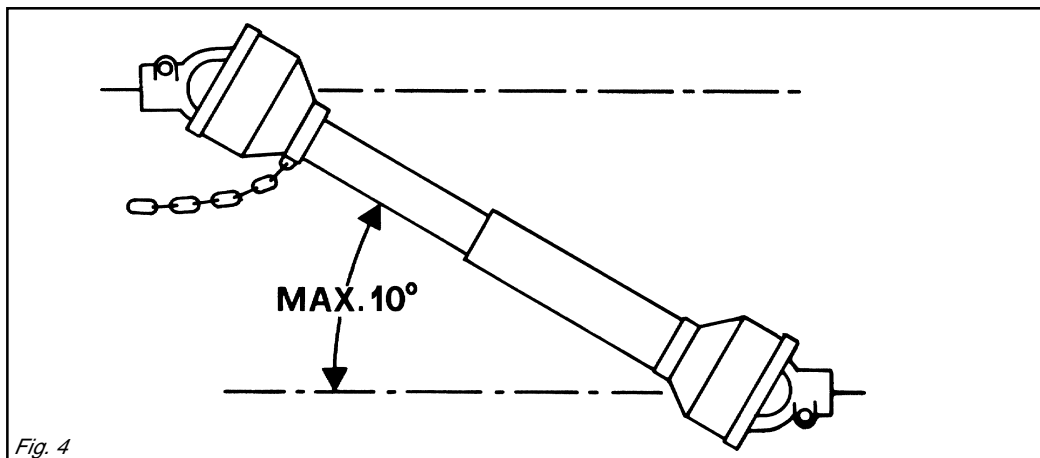

Fig. 4
- 39)** Disinserire, sempre, la presa di forza quando l'albero cardanico fa un angolo troppo aperto (mai oltre i 10 gradi - Fig. 4) e quando non viene usata.
- 39)** *Always disengage the pto when the cardan shaft is set at an excessively open angle (never beyond 10 degrees - Fig. 4) and when it is not in use.*
- 39)** Die Zapfwelle immer ausschalten, wenn die Gelenkwelle einen zu großen Winkel einnimmt (nie über 10 Grad - Abb. 4) und wenn sie nicht gebraucht wird.
- 39)** *Débrayez toujours la prise de force quand l'angle de l'arbre à cardans est trop ouvert (jamais plus de 10 degrés Fig. 4) et lorsque vous ne devez pas l'utiliser.*
- 39)** Desactivar, siempre, la toma de fuerza cuando el árbol cardánico hace un ángulo demasiado abierto (nunca superar los 10 grados - Fig. 4) y cuando no la usamos.